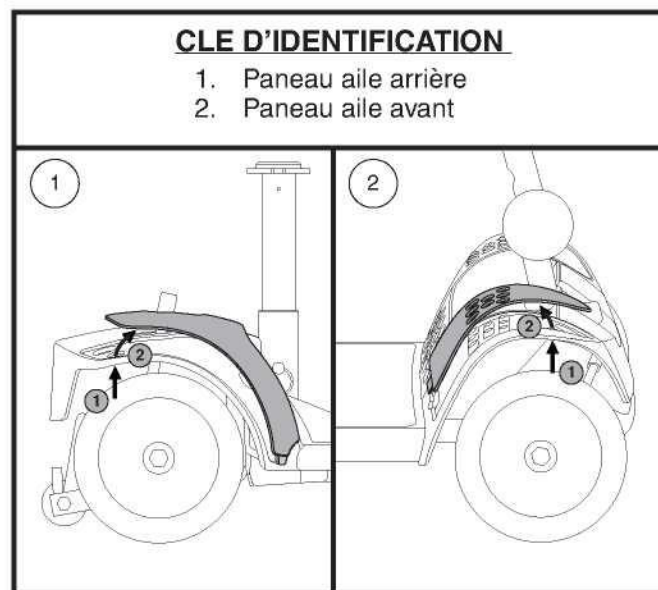

Figure 16. Panneau aile
2. Poussez dans l'orifice afin de séparer le panneau du Travel Scooter. **Voir la figure 16.**
NOTE: Lors de l'installation des panneaux d'ailes arrière et avant, assurez-vous de bien insérer l'onglet dans sa fente avant de fixer le panneau en place. Voir la figure 16.